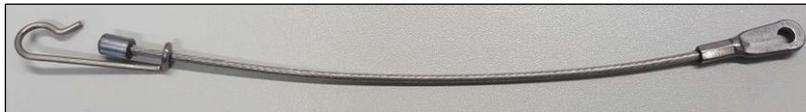

Fig. 2: cinghia (numero articolo 2N0.609.623)
Nei veicoli con passo lungo e sbalzo (L5, con ruota di scorta) senza allestimento dalla fabbrica, assicurarsi che il cavo bowden (1) del verricello della ruota di scorta venga catturato (fissato) al centro con una cinghia di fissaggio (vedi Fig. 2). In caso contrario il cavo bowden del verricello della ruota di scorta si affloscia e può causare danni. La cinghia di fissaggio deve essere fissata adeguatamente dall'allestitore al veicolo completato.